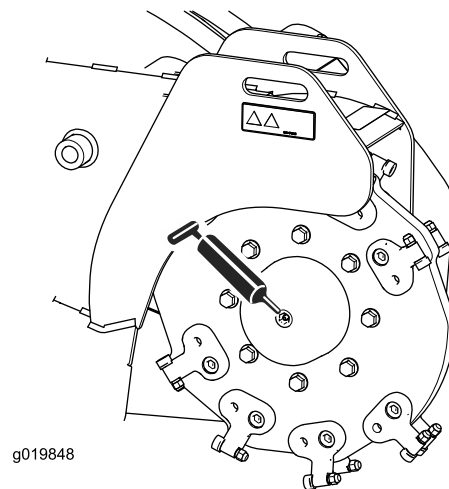
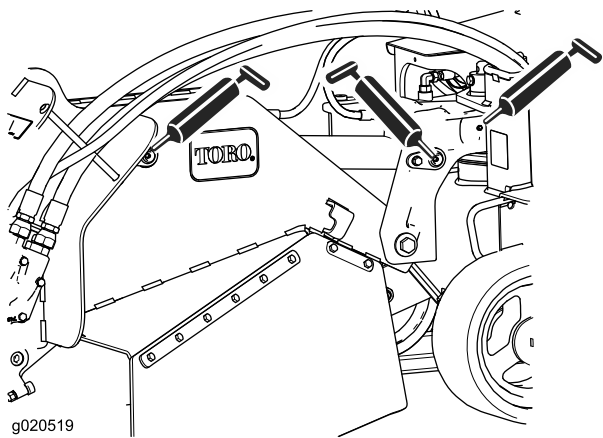

Bild 27
Bild 29
- Setzen Sie die Fettpresse nacheinander an allen Nippeln an (Bild 27 und Bild 29).